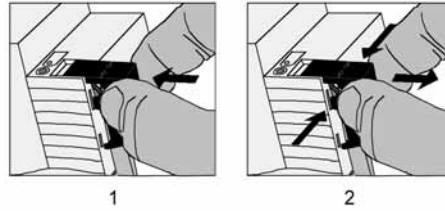

Bild 6: Abdeckkappe für Busanschluss anbringen / entfernen
- Abdeckkappe anbringen: Die Abdeckkappe wird über die Busklemme geschoben, bis sie spürbar einrastet (siehe Bild 6).
- Abdeckkappe entfernen: Die Abdeckkappe wird entfernt, indem sie seitlich leicht eingedrückt und nach vorne abgezogen wird (siehe Bild 6).